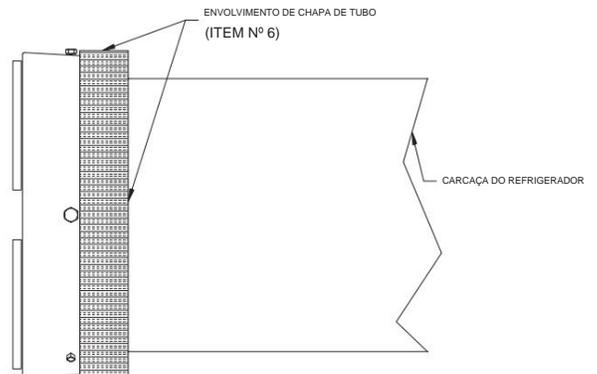

FIG. 7 — Envoltório final do tubo
2. Complete o isolamento do espelho de extremidade isolando as bordas expostas do espelho de tubo e o isolamento da face, usando o Item 6. Consulte a Fig. 7. Observe que o entalhe nesta peça permite a passagem do orifício de elevação no cabeçote.
2. Complete o isolamento do espelho de extremidade isolando as bordas expostas do espelho de tubo e o isolamento da face, usando o Item 6. Veja a Fig. 7.